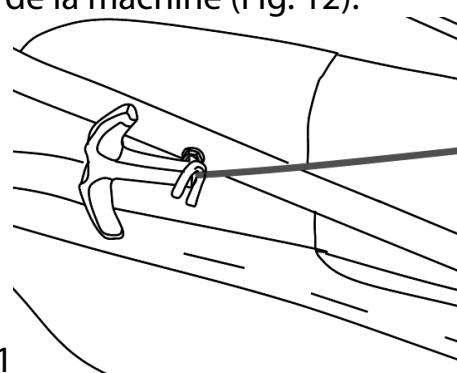

Fig.12
- Installez la poignée du lanceur dans le support sur le côté droit du guidon supérieur pour la durée d'utilisation de la machine (Fig. 12).